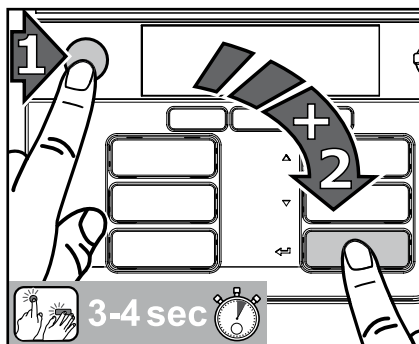

図34
1. まずストップキーを押し、次にエンターキー を押し、両方のキーを同時に3〜4秒間押し続け、清掃モードに入ってください。(図34)